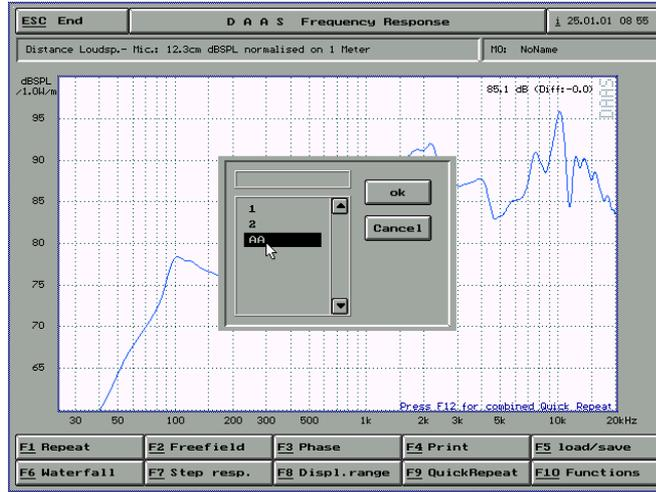

图 10-5
6)点击F4 Import Mask,出现如图10-5, 调出之前AA的频响基准曲线。